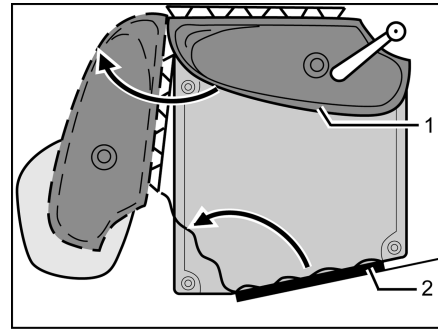

Fig. 250 Toilettes Vario
- Tourner le lavabo avec la paroi arrière (Fig. 250,1) dans le sens de la flèche.
- Pénétrer le cabinet de toilette et fermer et verrouiller la porte des toilettes (Fig. 250,2) de l'intérieur.